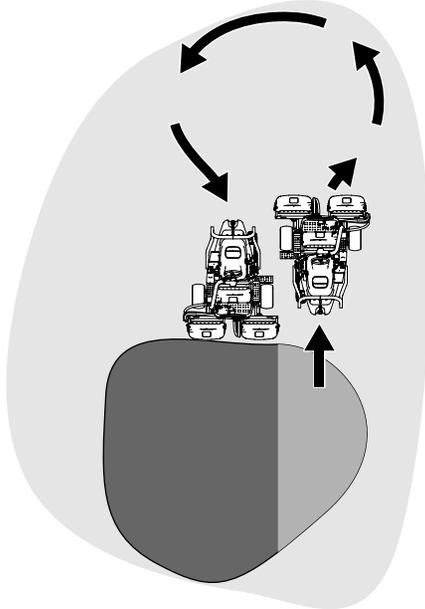

図 21
6. Uターンするとき、一旦反対側にハンドルを切ってから旋回すると、楽に、しかも効率良く回ることができて次の列そろえが楽になります。反対側に軽く振ってから旋回すると雨だれ形の旋回 **図 21** になって、スムーズに次の列に入ることができます。